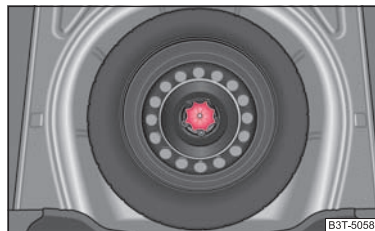

Fig. 195 Portbagajul: Roata de rezervă ▶
Roata de rezervă este situată sub podeaua portbagajului și este fixată cu un șurub special ⇒ pagina 234, fig. 195.
- Depozitați și fixați roata defectă în locașul roții de rezervă, cu șurubul special ⇒ pagina 234, fig. 195.